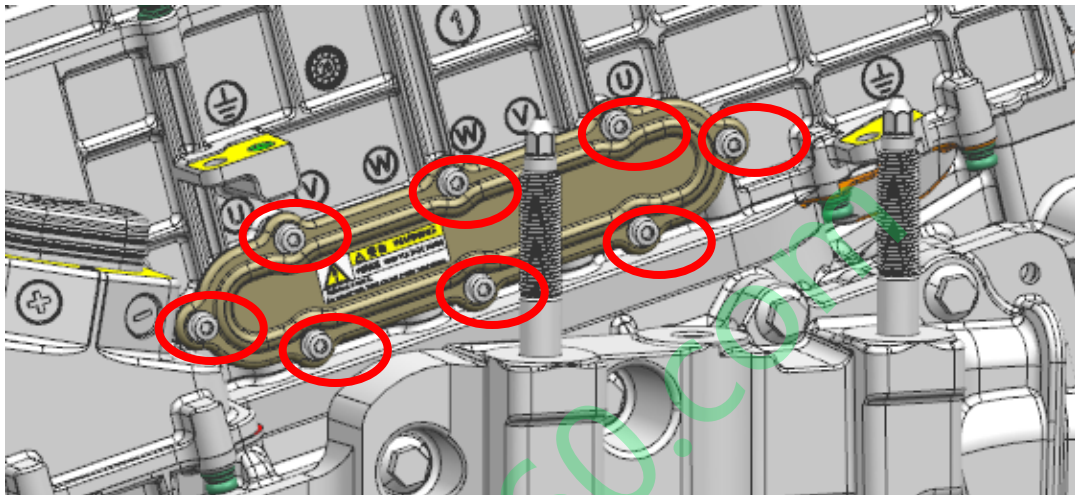

图 4 电控内六花螺栓
(1) 按其他系统提供的维修手册，拆解 EHS 周边的进、回油管，冷却水管，低压线束，高压线束，配电盒，悬置部件，注意做好总成支撑与防护，防止拆卸悬置后总成跌落。
(2) 拆电控上电机三相铜排连接窗口上的八颗内六花螺栓（安装时，螺栓紧固力矩 $2\sim 3\text{N.m}$ ），如图 4 所示。